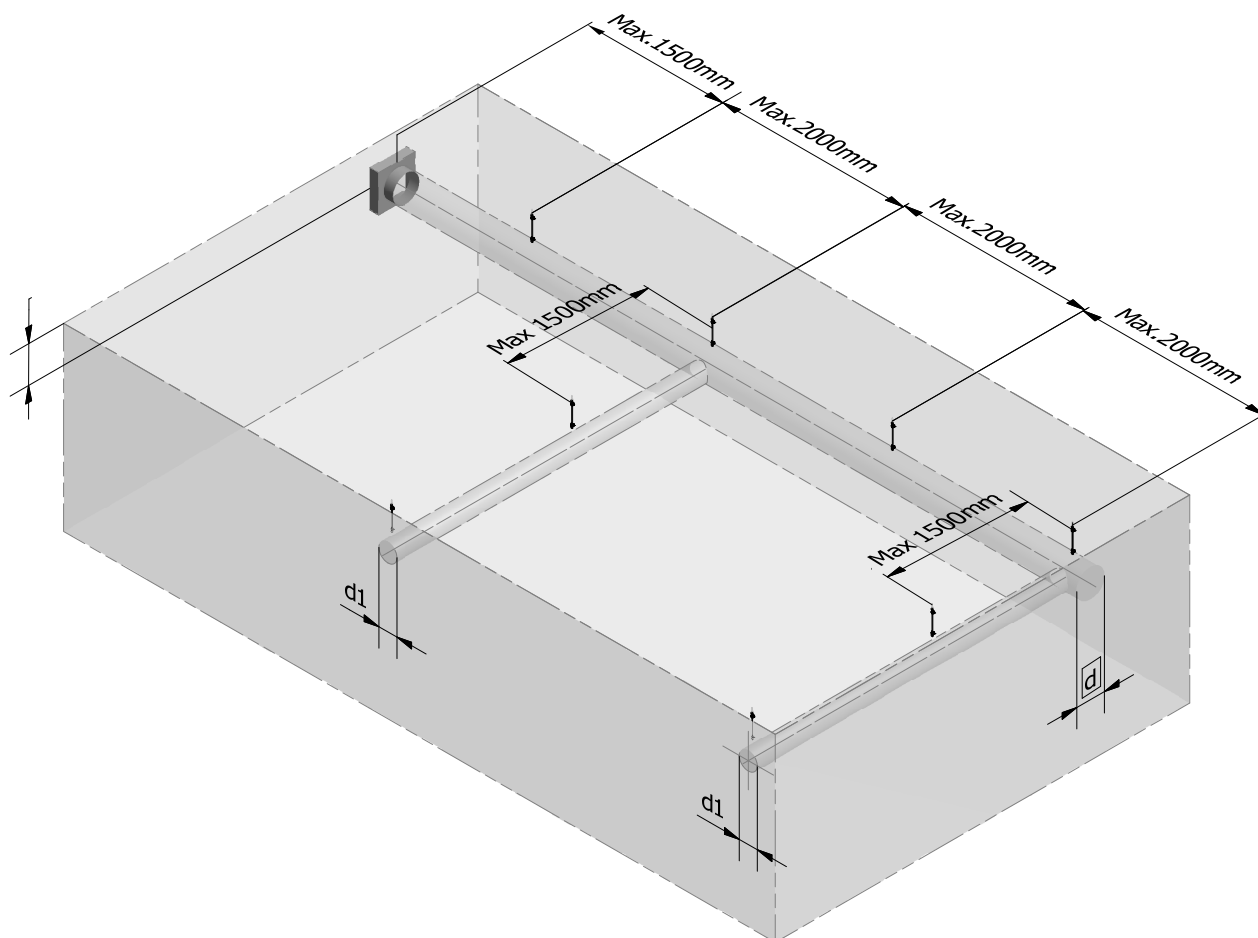

Bild 9. Montagesexempel med rekommenderade avståndskrav för frihängande textilkanal. Gäller cirkulär/rektangulär kanal oberoende av upphängningstyp.
- Kanalerna är skräddarsydda för projektet och väger vanligtvis mindre än 3 kg per linjär meter, se även bild 9 för avståndskrav gällande upphängning.